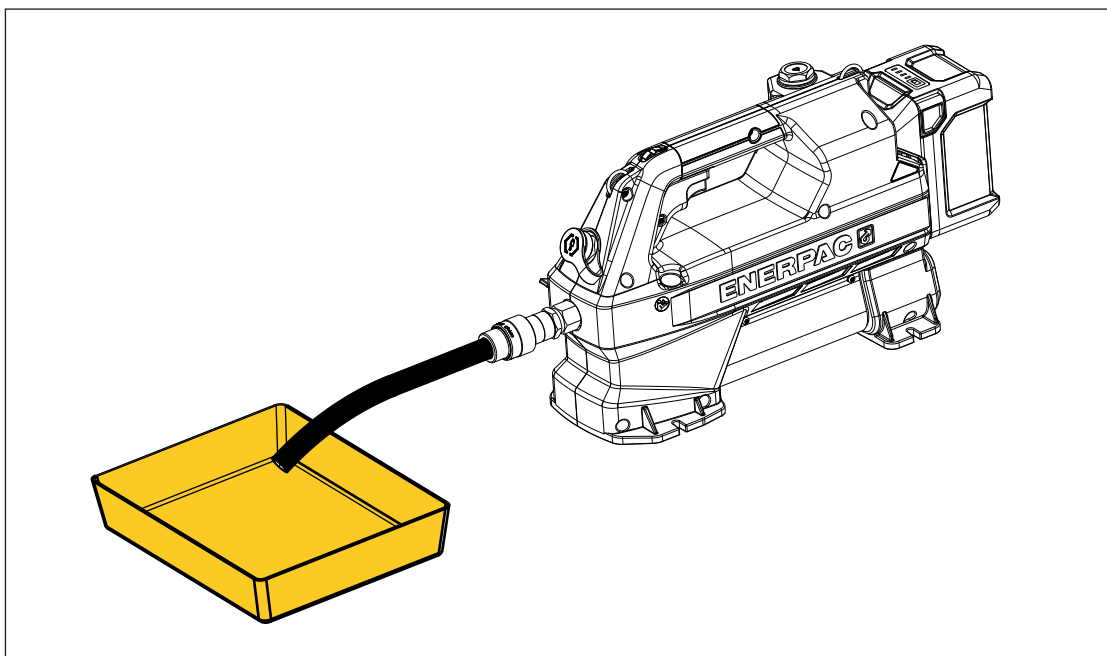

Figura 15: Drenagem do Reservatório Hidráulico
7. Ligue o interruptor de alimentação da bomba (I).
8. Puxe o gatilho para cima para ligar o motor da bomba e começar a drenar o reservatório. Continue a rodar o motor até que o óleo pare de fluir a partir da mangueira de extremidade aberta. Em seguida, solte o interruptor do acionador. Veja Figura 15.